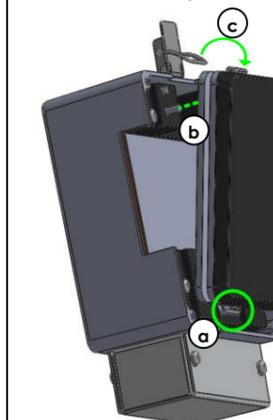

Figura 3: Montaje de la placa de compresión sobre el cajetín
La placa de compresión suministrada se fija en el cajetín (Figura 3) (a) colocando la lengüeta (13) en el gancho de sujeción (10), (b) colocar después correctamente los punzones (9) en los orificios de guiado (12). (c) por último, la placa se sujeta cerrando la sujeción (1) en el gancho de la placa de compresión (11).